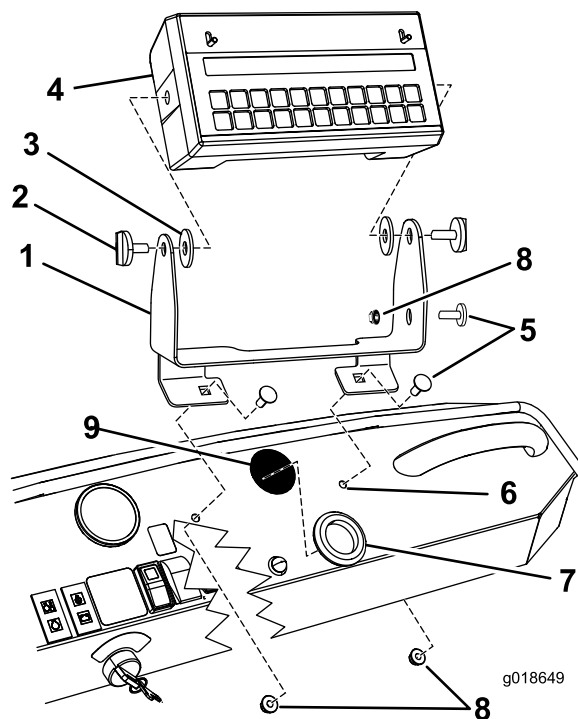

Figura 2
1. Installate la staffa di montaggio sul cruscotto e fissatela usando due bulloni a testa tonda (5/16 x 3/4 poll.) e due dadi di bloccaggio (5/16 poll.) come illustrato in Figura 2.
7. Montate la console del computer sulla staffa di montaggio con due manopole (Figura 2).